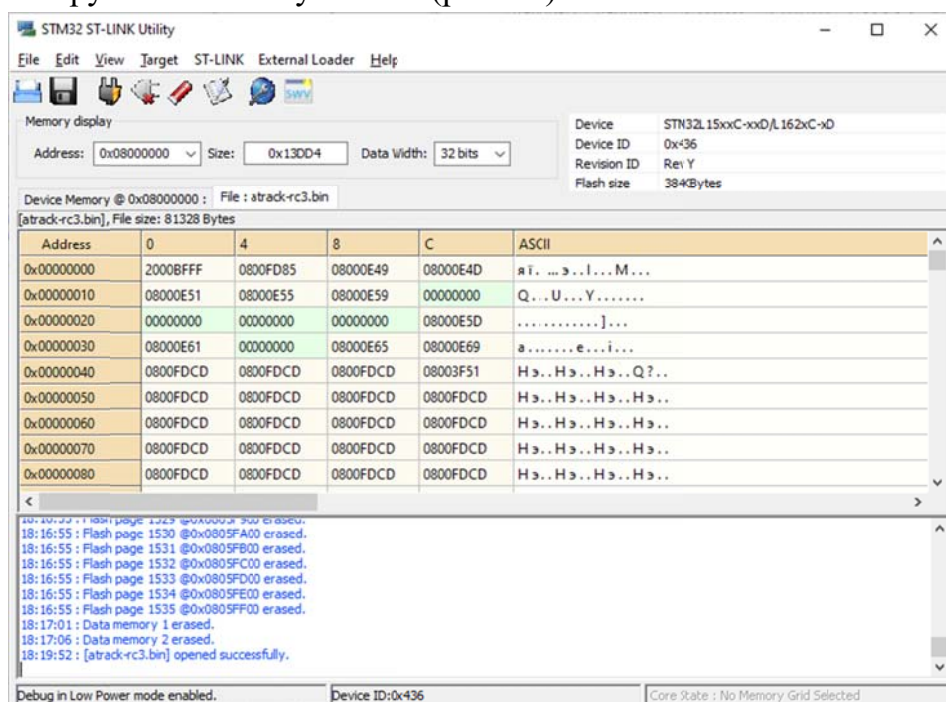

Рис. 11
12. Прошивка загрузится в окно утилиты (рис. 11)